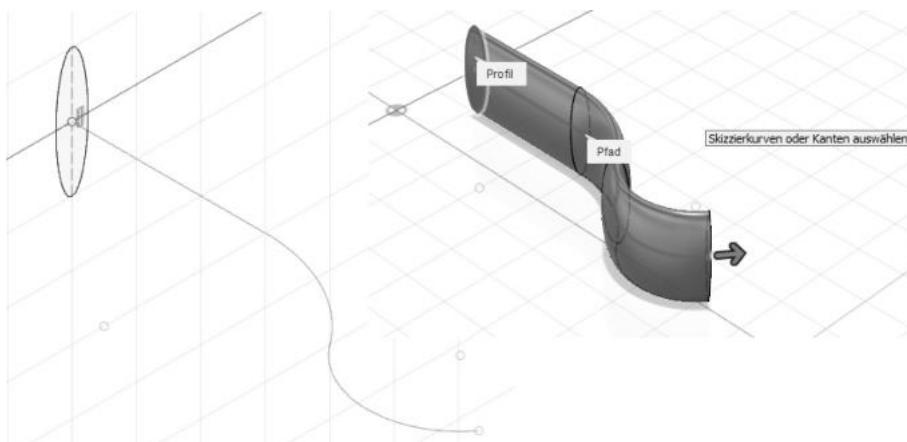

Abb. 1.29: Skizzen für Pfad und Profil und SWEEPING
- SWEEEPING – Hiermit wird ein Profil entlang einer Kurve gezogen, um den Volumenkörper zu erzeugen (Abbildung 1.29).